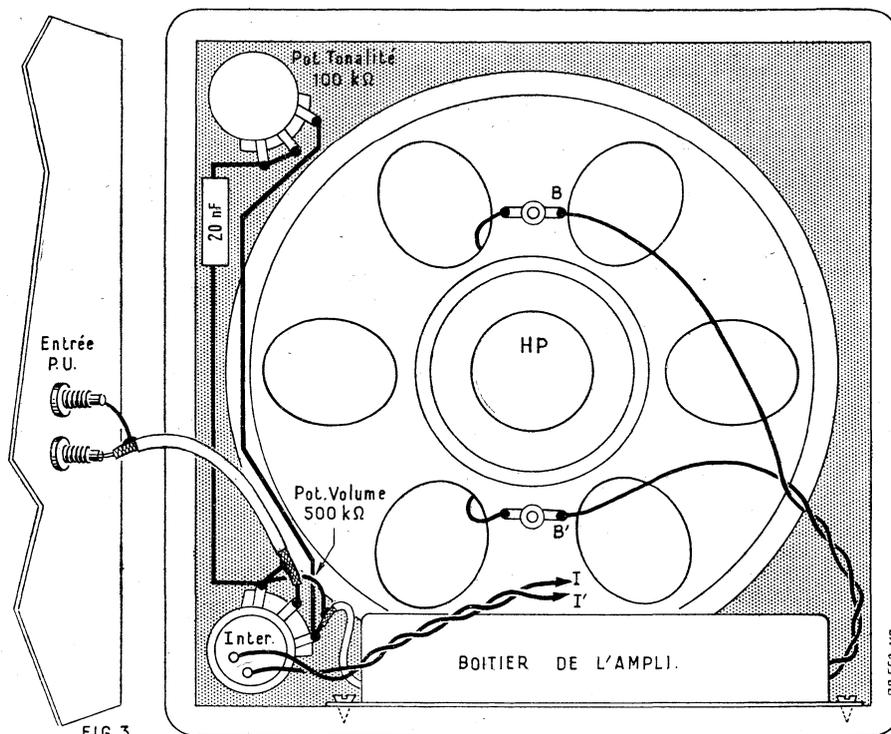

FIG. 3
sur le panneau arrière du coffret. La disposition de ces différents organes est indiquée figure 3.
P. DAVID. *Cours de radio-électricité générale*. — Tome I : *Circuits fermés. Rayonnement. Antennes*, par R. RIGAL. Un volume 16x25, 362 p., 148 fig. 3^e éd. 1959. 650 gr. 3.000
— Tome I. *Application du calcul des imaginaires à l'étude des circuits. Théorie et calcul des imaginaires* (en vue de ses applications radio-électriques). Calcul sur les quantités imaginaires. — *Application des imaginaires à l'électricité*. Application des imaginaires au courant alternatif. Transformations de circuits. Quelques théorèmes utiles. L'induction mutuelle et le transformateur. — *Théorie et pratique des circuits fondamentaux de la radio et de l'électronique*. Le circuit oscillant classique et quelques autres circuits. La résonance série. La résonance parallèle. Les circuits couplés. Autre application du couplage des circuits. Etude de la réaction magnétique dans les lampes. Quelques exercices d'application des calculs d'imaginaires. Un volume broché 256 pages 16x25 avec 160 fig. 3^e éd. 1958. 450 gr. 1.960